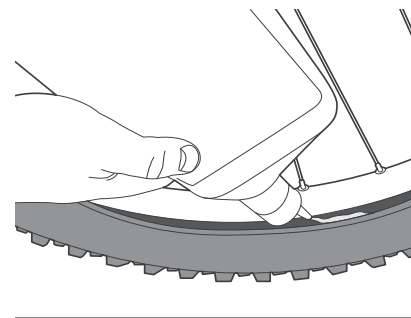

図 20. シーラントをタイヤの隙間から注ぐ。
3. シーラントをその隙間から注ぎます (図 20)。推奨量は、シーラントの容器を確認してください。